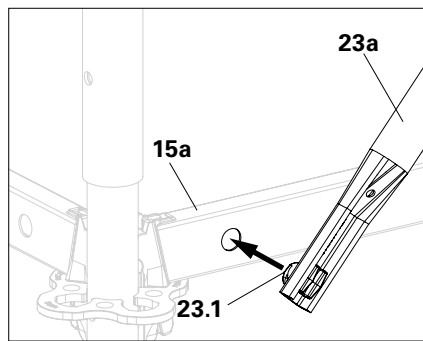

Abb. A4.07a
1. Riegeldiagonale im Winkel von ca. 45° an den Horizontalriegel heranführen. (Abb. A4.07a)